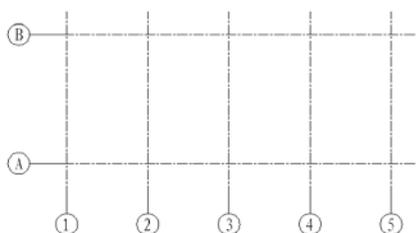

图 17.9.5 标注轴线记号符号的轴线网络
① 将图层切换至“尺寸和文本”图层, 运用 **绘图(D)** → **直线(L)** 命令和 **绘图(D)** → **圆(C)** → **圆心、直径(D)** 命令完成轴线注记符号的创建, 圆的直径值为 8, 直线长度值为 8。
② 用 **绘图(D)** → **块(K)** → **定义属性(P)...** 命令, 在 **标记(M):** 文本框中输入属性的标记为 A, 在 **默认(D):** 文本框中输入属性的值为 A; 用 **绘图(D)** → **块(K)** → **创建(N)...** 命令创建带属性的块, 将块的 **名称(N):** 设置为“注记符号”。
③ 用 **绘图(D)** → **块(K)** → **定义属性(P)...** 命令, 在 **标记(M):** 文本框中输入属性的标记为 1, 在 **默认(D):** 文本框中输入属性的值为 1; 用 **绘图(D)** → **块(K)** → **创建(N)...** 命令创建带属性的块, 将块的 **名称(N):** 设置为“注记符号 1”。
④ 用 **插入(I)** → **块(B)** 命令将轴线注记符号设置到相关轴线端部, 纵向为 1、2、3、4、5, 横向为 A、B, 完成后的结果如图 17.9.5 所示。
(1) 设置多线样式。将图层切换至“墙体”图层, 选择下拉菜单 **格式(O)** → **多线样式(M)...** 命令, 在“多线样式”对话框中单击 **新建(N)...** 按钮, 在 **新样式名(N)** 文本框中输入“240 墙”, 将多线元素的偏移量为 1.2 和 -1.2, 并将其设置为当前多线样式。
(2) 选择下拉菜单 **绘图(D)** → **多线(M)** 命令, 在系统指定起点或 [对正(J)/比例(S)/样式(ST)]: